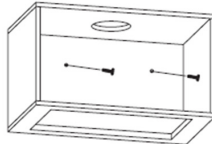

Fig. 4.
**2.** Después de haber comprobado que la campana extractora está correctamente colocada a la altura correcta, coloque los dos tornillos ST40\*30 mm en el mueble, contra la pared. Asegúrese de que las planchas de enganche derecha e izquierda se mantienen perfectamente en los tornillos introducidos en la pared (cf. ilustración 4).